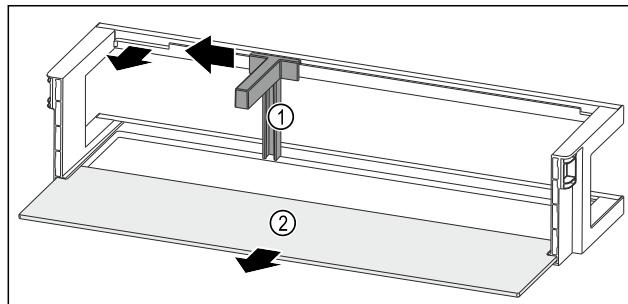

Fig. 51 Rafti i derës me mbajtëse për shishe dhe raft mbajtës
- Shtyni mbajtësen e shisheve Fig. 51 (1) anash deri te foleja.
- Hiqni mbajtësen e shisheve Fig. 51 (1).
- Hiqni raftin mbajtës Fig. 51 (2).